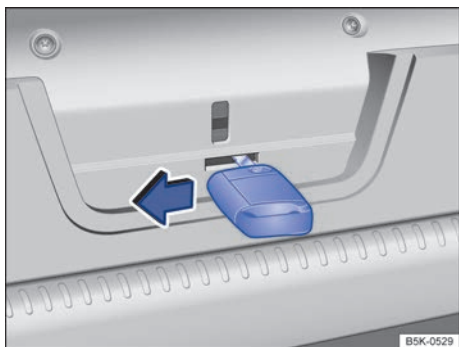

Fig. 74 En el maletero: desbloqueo del portón del maletero.
- Introduzca el paletón en la abertura del portón del maletero → fig. 74 y presione la palanca de desbloqueo en el sentido de la flecha. Al mismo tiempo empuje el portón hacia fuera hasta que se abra.